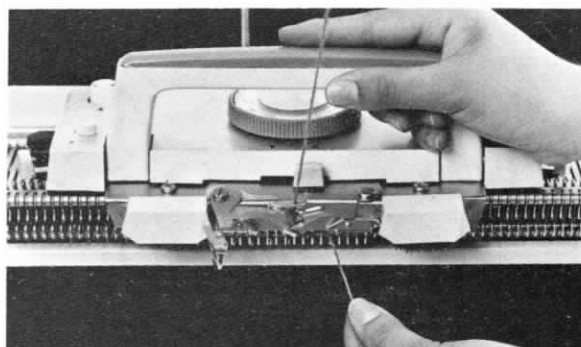

Fig. 36
- g) Sujetando la extremidad de la lana por debajo del alimentador del hilo, pasar el carro lentamente de derecha a izquierda sobre las agujas en trabajo (Fig. 36).